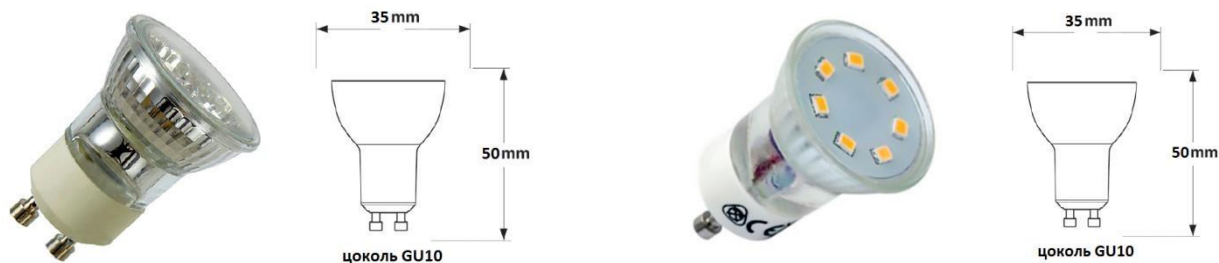

Рис. 14
В качестве подсветки в вытяжке шириной 50 и 60 см установлены 2 галогеновые лампочки мощностью 35 Вт каждая (рис. 14), в модели шириной 90 см – 2 светодиодные лампочки мощностью 2 Вт каждая (рис. 14).
5. Удалите старую лампочку. 6. Установите новую лампочку (рис. 14), действуя в обратном порядке. Рекомендуем также лампочки Lightstar и Kanlux: